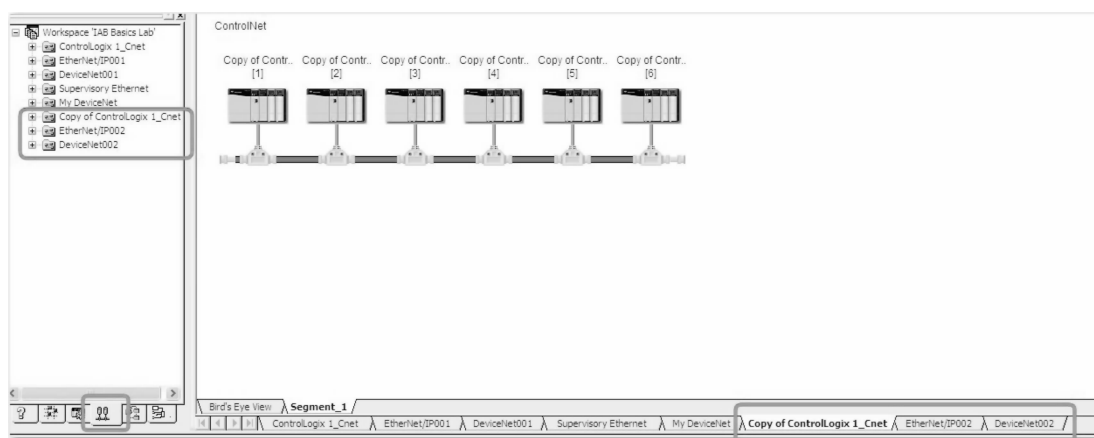

图 26-165 网络视图
2. 转至“网络”（Network）视图。IAB 已通过复制原始 ControlLogix 1 向导中指定的三个网络创建了三个新网络。检查每个新网络的视图。Copy of ControlLogix 1_Cnet 看起来与 ControlLogix 1_Cnet 相似。EtherNet/IP002 和 DeviceNet002 是空的。IAB 复制了原始 ControlLogix 1 向导中指定的所有内容（包括两个用于分布式 I/O 的附加网络），但并未将任何分布式 I/O 添加到新的附加网络，如图 26-165 所示。